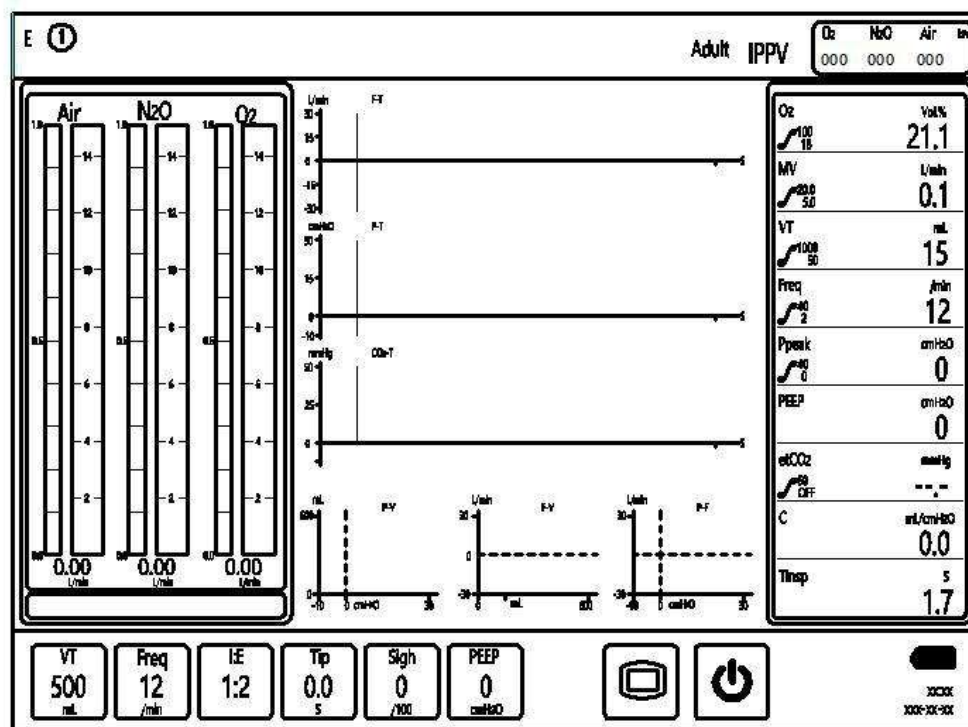

Fig. 25 Superficie del modo IPPV
- Toque el botón Confirmar para ingresar a la superficie del modo IPPV A o B o gire la perilla (elemento 4 en la fig. 5) hasta el botón Confirmar y presione la perilla (elemento 4 en la fig. 5) para ingresar a la superficie del modo IPPV A o B, consulte la fig. 25.